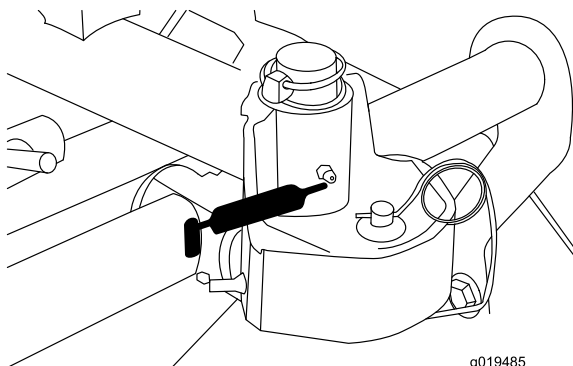

図 44
- カuttingユニットのキャリアフレームとピボット各 図 44.